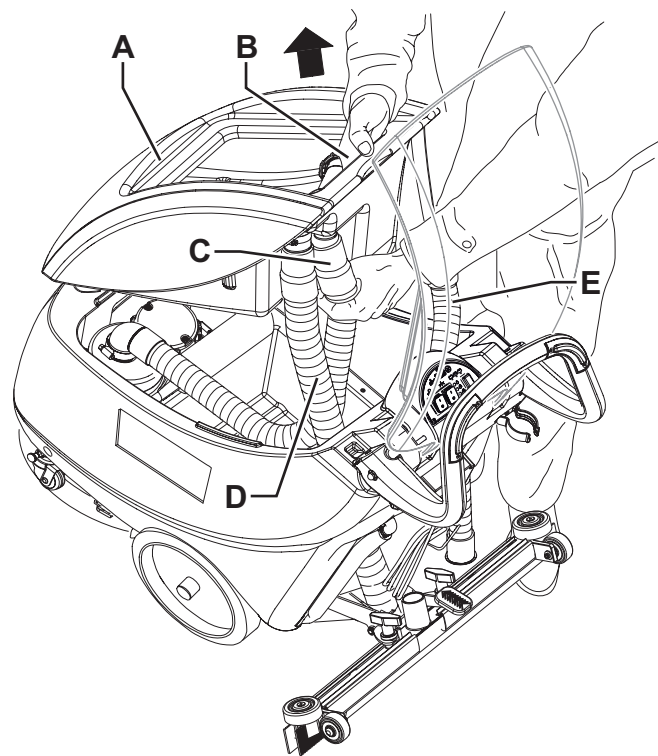

Figure 4
1. Vider le réservoir de l'eau de récupération (27), en procédant comme indiqué au paragraphe « Vidange des réservoirs ».
3. Vérifier que la fiche du câble d'alimentation (21) est branchée au réseau électrique.
4. Déconnecter le tuyau d'aspiration (22) de l'embouchure (11).
5. Déconnecter le tuyau de vidange de l'eau de récupération (16) du support correspondant (17).
6. Ouvrir le couvercle (6).
7. Saisir le réservoir de l'eau de récupération (A, Fig. 4) dans la zone (B) et le soulever légèrement.
8. Déconnecter le tuyau d'aspiration (C) du réservoir, et puis déposer le réservoir (A) avec les tuyaux correspondants (D) et (E).